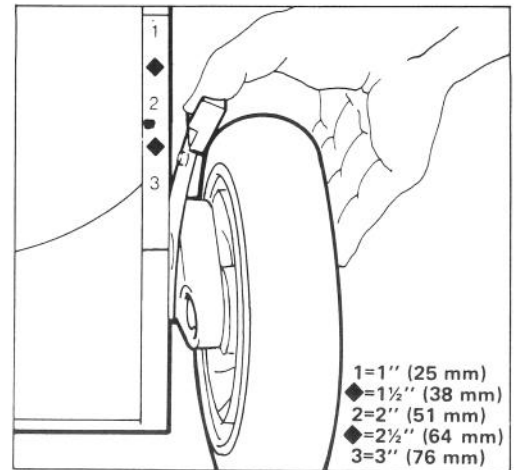

Bild 11
2. Zur leichteren Einstellung das Mähgehäuse anheben, damit das Rad mehr am Boden ist. Dabei nicht mit der Hand unter das Gehäuse greifen. Schnitthöhen-Einstellhebel zum Rad hin drücken und auf die gewünschte Schnitthöhe einstellen (Bild 11). Sicherstellen, daß der Stift des Einstellhebels in die Nute am Gehäuse einrastet. Alle Räder auf die gleiche Höhe einstellen.